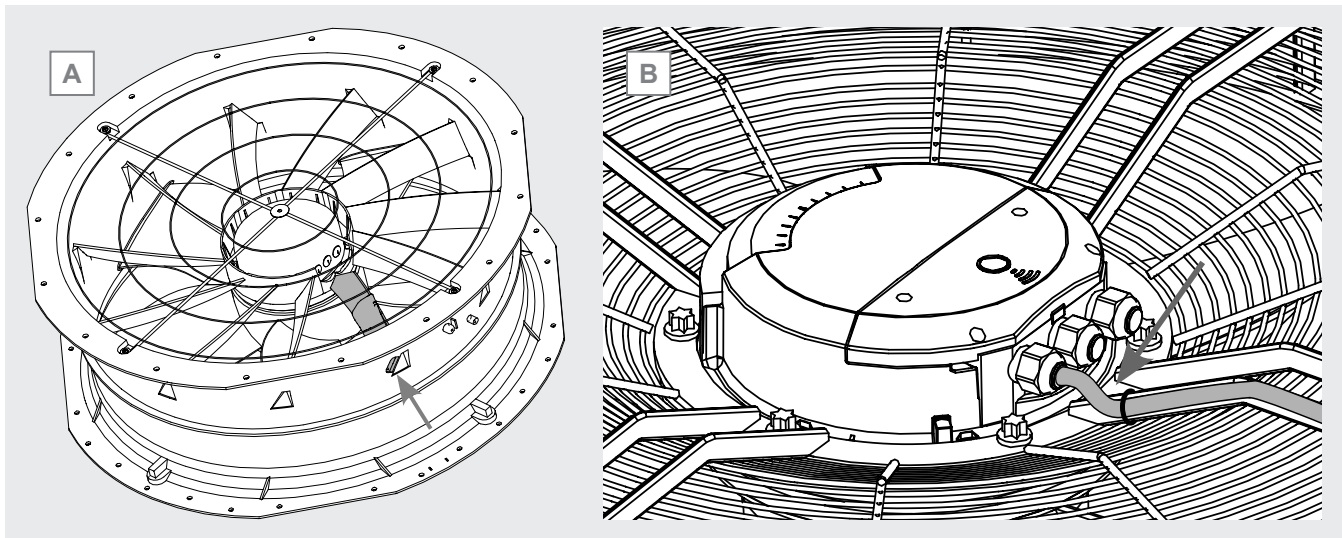

Figura 6
- 2.20 Fissare il cavo di alimentazione con fascette elettriche alla griglia (motoventilatore ad attacco radiale o planare) o all'apposito supporto per il passaggio dei cavi (motoventilatore con boccaglio integrato). Si veda la Figura 6 A.
- 2.21 Il cavo che entra nel pressacavo della scatola elettrica deve essere fissato in modo tale da formare una U. Si osservi la Figura 6 B.